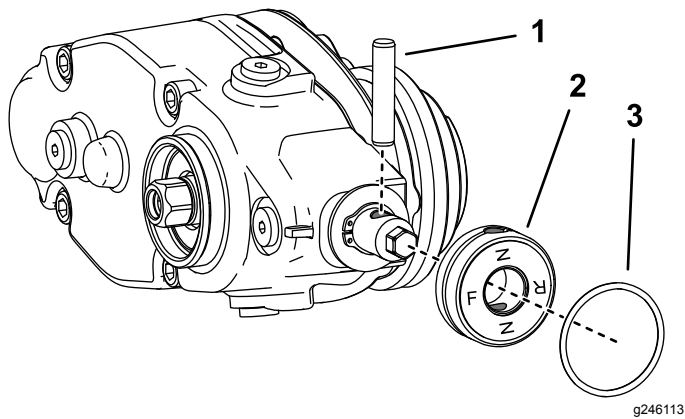

Figura 14
- Se state montando il groomer sul lato sinistro della macchina, procedete come segue (Figura 14):